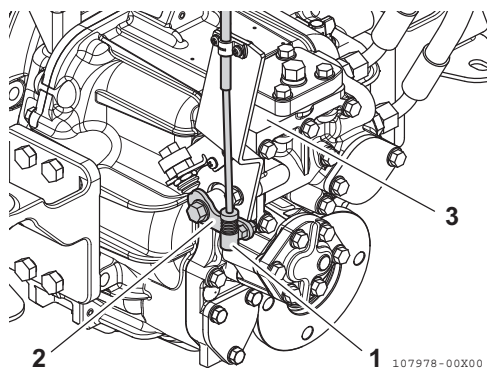

Figura 5
1. Assicurarsi che la leva del comando a distanza (**Figura 5, (2)**) si sposti nella posizione corretta quando l'impugnatura del comando a distanza si trova nelle posizioni NEUTRAL (FOLLE), FORWARD (AVANTI) e INDIETRO (RETROMARCIA). Utilizzare la posizione NEUTRO come standard per la regolazione.
2. Per regolare, allentare e poi serrare nuovamente il raccordo cavo (**Figura 5, (1)**).